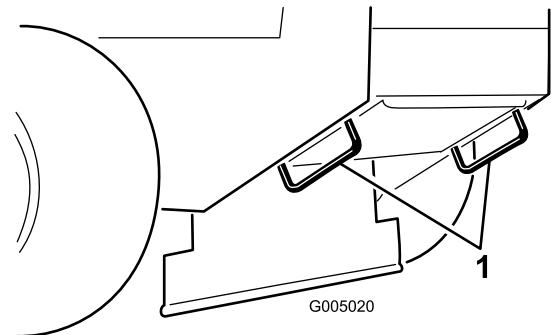

Bild 12
5. Befestigen Sie die Maschine mit den Metallbefestigungsschleifen und Riemen, Ketten, Kabel oder Seilen am Anhänger oder Pritschenwagen (Bild 12).